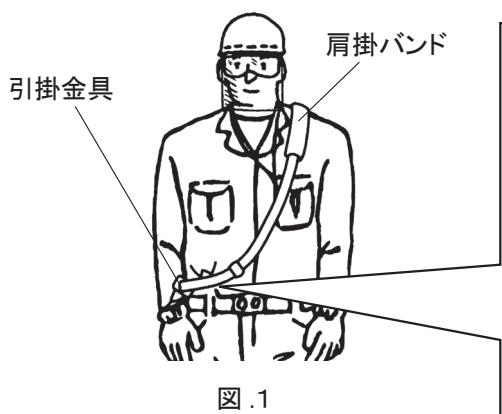

図.1
- ① 肩掛けバンドは消耗品です。切れ、ほつれ、損傷などがないことを確認し、図.1のように装着してください。